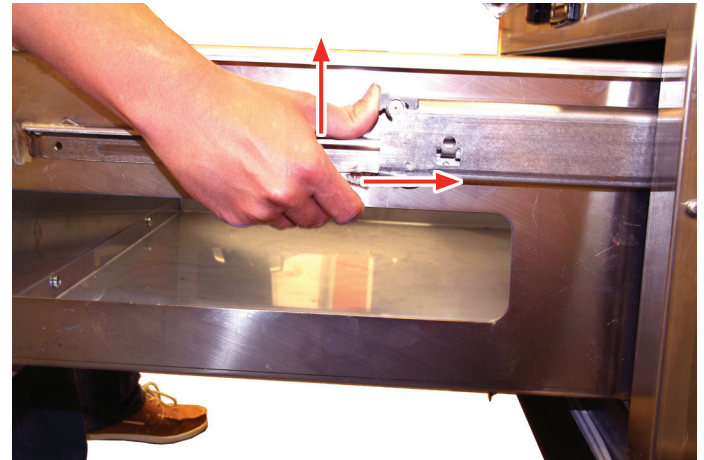

Fig. 25
3. Vuelva a abrir las bandejas y tire hacia afuera hasta que se detengan. Empuje las trabas de las bandejas hacia arriba y hacia la parte posterior de estas para asegurarlas (Fig. 25).